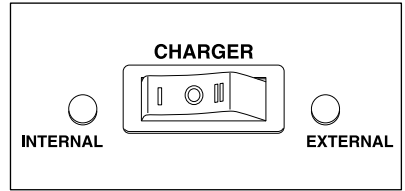

Fig. 4
- Régler le commutateur à bascule sur l'avant de l'appareil pour INTERNE. (Fig. 4)